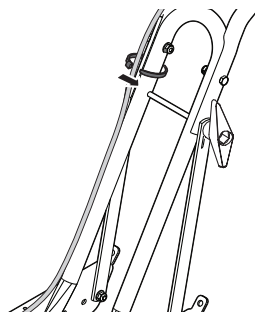

Figura 8
2. Dirija el cable del control de parada de emergencia hacia arriba, por la parte exterior del soporte de la manija inferior del lado derecho y por el soporte de la manija del lado derecho. Asegure el cable a la manija y sosténgalo con un precinto, levemente por encima del soporte. Consulte la Figura 8.